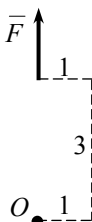

Рис. 66
58. Чему равен алгебраический момент силы $\bar{F}$ относительно точки A (рис. 66)?